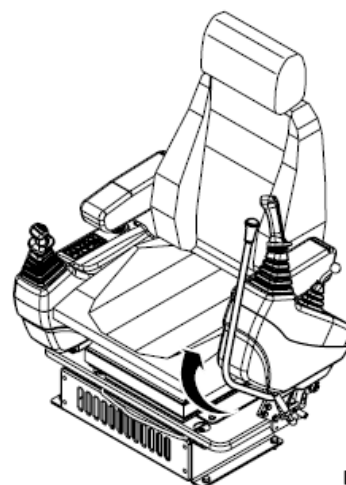

Figura 85
Cuando abandone el asiento del conductor, bloquee la palanca de seguridad ajustándola a la posición "LOCK" (Figura 85) para evitar accidentes en caso de mover las palancas de mando accidentalmente.
2. Fije la palanca de seguridad (Figura 85) a "LOCK."
2. Bloquee la palanca de seguridad (Figura 85) y pare el motor.